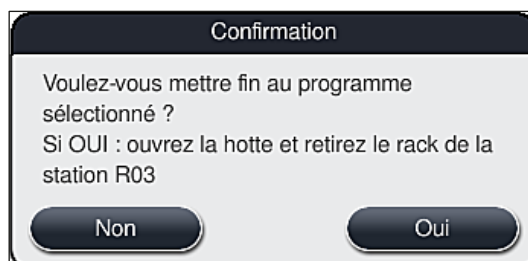

Fig. 91
5. Dans le message d'information suivant (→ "Fig. 91"), confirmer l'interruption du programme par la touche **Oui** ou appuyer sur **Non** pour revenir à l'affichage d'état du processus.
Il faut impérativement respecter les informations contenues dans le message (→ "Fig. 91").